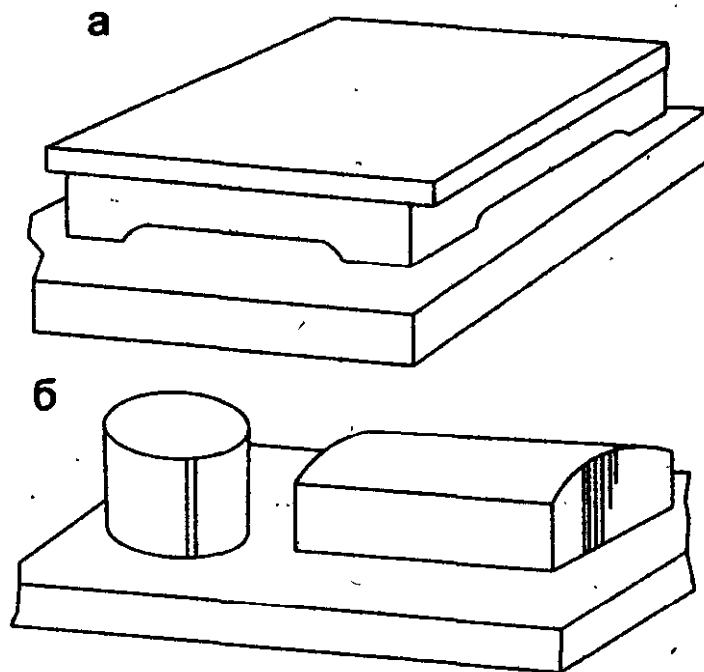
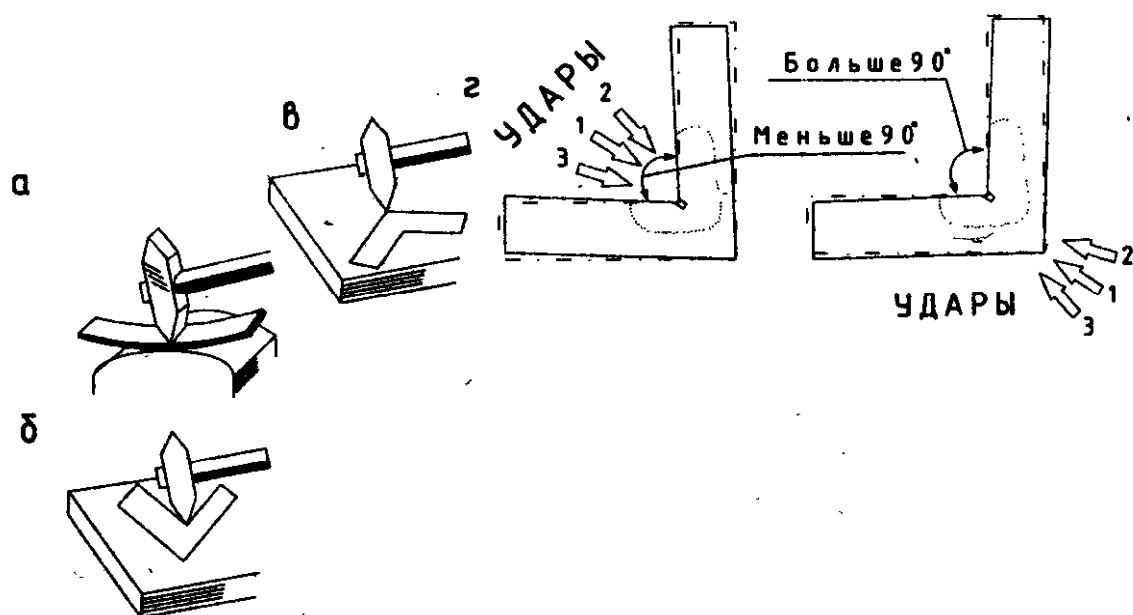

Рис. 111. Правильная плита (а) и рихтовальные бабки (б)
Рис. 112. Рихтовка закаленных деталей:
Правка и рихтовка имеют одно и то же назначение, но отличаются приемами выполнения и применяемым инструментом и приспособлениями. Металл подвергают правке — как в холодном, так и нагретом состоянии. Выбор способа зависит от величины прогиба, материала, размеров. Правка может выполняться ручным способом на стальной или чугунной плите (рис. 111, а),
*Правильные плиты* устанавливают на металлические или деревянные подставки, обеспечивающие кроме устойчивости и горизонтальность положения. *Рихтовальные бабки* (рис. 111, б) используют для правки, рихтовки закаленных деталей (рис. 112). Изготавливают рихтовальные бабки из стали и закаливают.
**Рихтовка закаленных деталей.** После закалки стальные детали иногда коробятся. Правка искривленных после закалки деталей называют *рихтовкой*. В зависимости от характера рихтовки применяют молотки с закругленной стороной бойка. Деталь при этом лучше располагать не на плоской плите, а на рихтовальной бабке (см. рис. 112, а). Удары наносят не по выпуклой, а по вогнутой стороне детали.